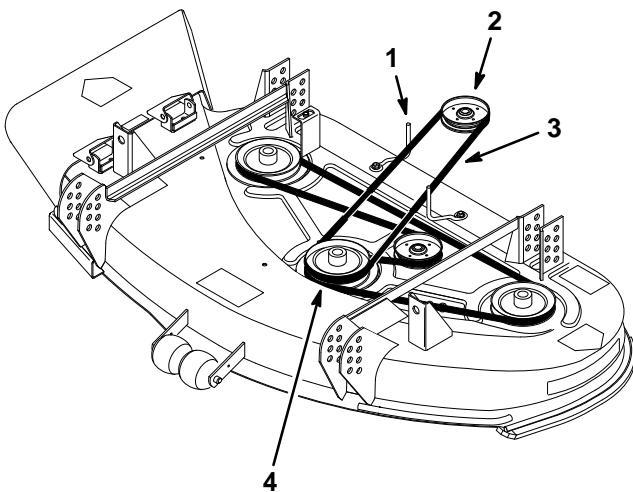

Figure 6
2. Passer la courroie de transmission autour de la poulie de transmission du tracteur et dans la gorge supérieure de la poulie de lame centrale. La courroie doit passer entre les guide-courroie (Fig. 6).